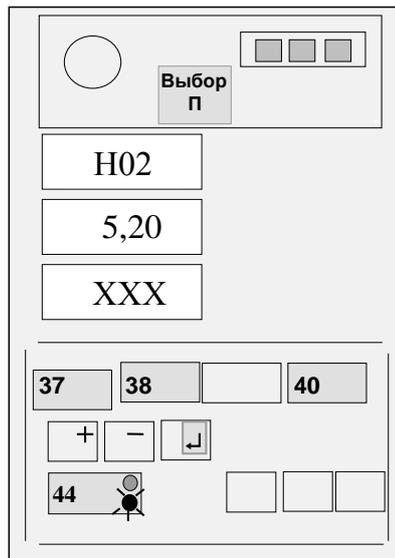

Рисунок 13
Нажимая кнопку ВЫБОР "П" (36), установить на верхнем ИЖЦ код "Н02" (индикация вылета стрелы, - см. рисунок 13).
Изменяя положение датчика угла наклона стрелы (ДУГМ), добиться отображения на среднем ИЖЦ значения вылета, указанного в правом столбце таблицы 5 (см. рисунок 13) для установленного значения вылета по рулетке.